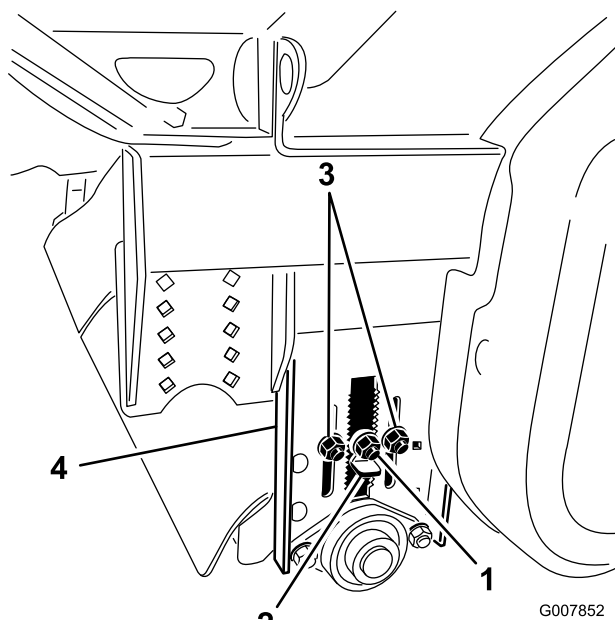

Figure 30
- Avant de mettre de niveau le ProCore, prenez soin de régler la brosse de ramassage et le rouleau arrière à la hauteur de coupe correcte (Figure 30). Si le ProCore est équipé d'une brosse neuve, vous pouvez vous reporter à la table de réglage du rouleau arrière pour régler le rouleau arrière à la hauteur de coupe correcte.